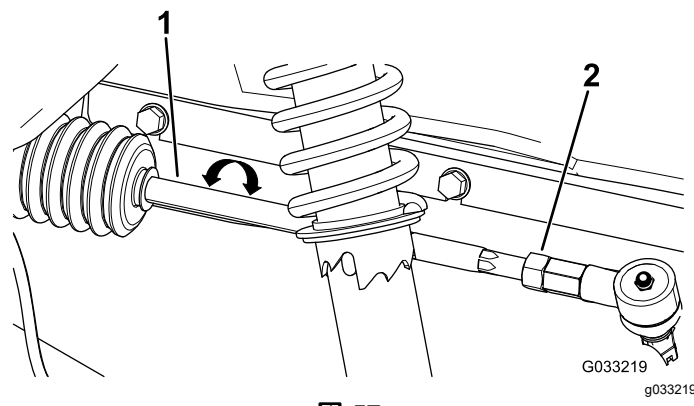

図 57
2. 前後の測定値の差が所定範囲0-6 mmにならない場合は、タイロッドの外側端部にあるジャムナットをゆるめて調整を行う(図 57)。